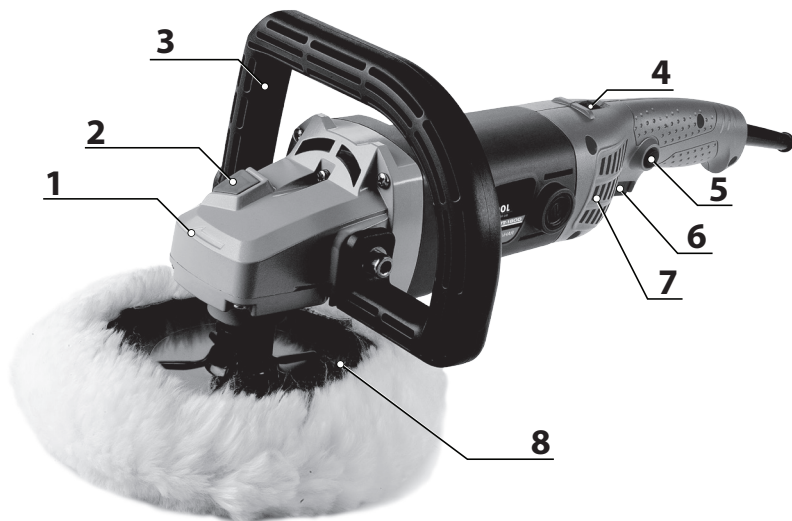

рис. 1
⚠ Внимание! *Никогда не нажимайте на фиксатор шпинделя (2), показанный на Рис.1, при вращающемся шпинделе. Это может привести к повреждению инструмента.*